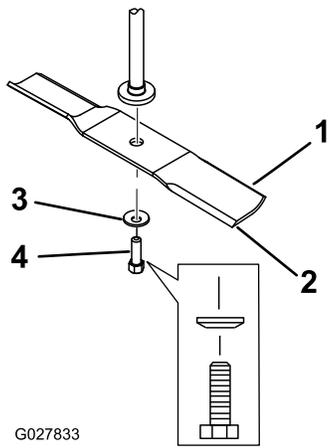

Figura 53
2. Retire del eje el perno de la cuchilla, la arandela curva y la cuchilla (Figura 53).
- Instale la cuchilla en el eje (Figura 53).
- Instale la arandela curva (con la copa hacia la cuchilla) y el perno de la cuchilla (Figura 53).